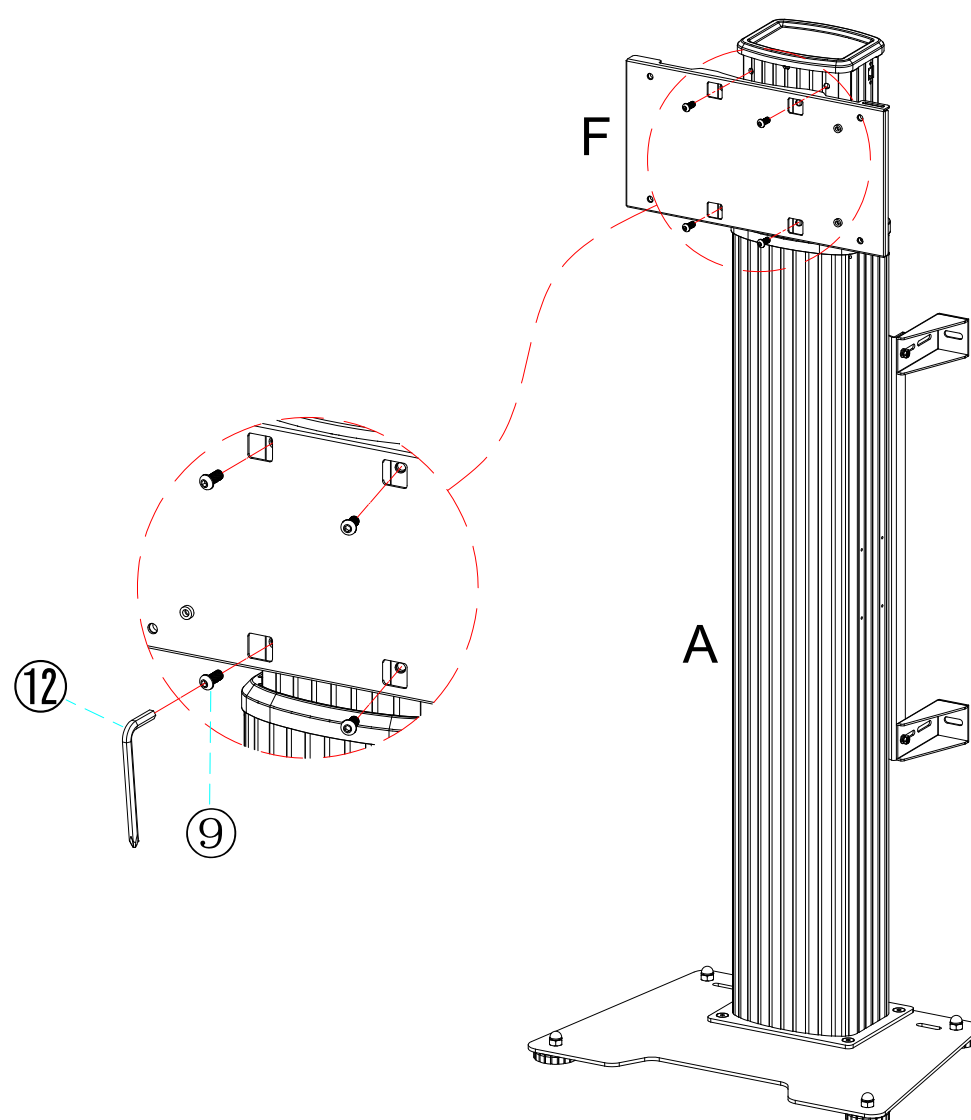

Figure 5
Étape 5 : Assembler la plaque (F) et la colonne (A), et les serrer à l'aide de 4 vis. (9). (Figure 5)